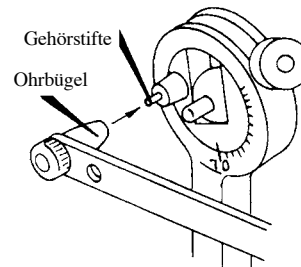

Abbildung 12A
11. Die Ohrbügel stellen den äußeren Gehörgang dar und haben kleine Luftlöcher an den Enden. Mit diesen Ohrbügeln wird der Bogen direkt über den Gehörstiften des Hanau™ 96H2 und der Hanau-Mate® Series Articulators aufgehängt (siehe Abbildung 12A).